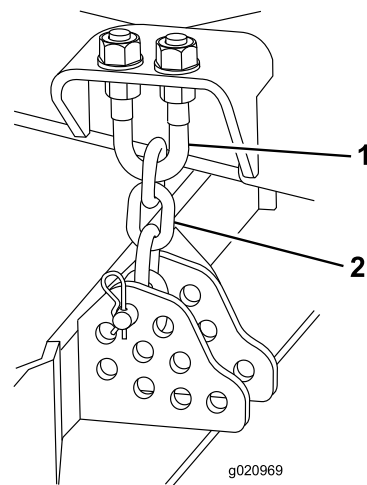

Figure 78
- Desserrez les écrous de blocage en haut ou en bas de l'étrier fileté de la chaîne de hauteur de coupe (Figure 78).